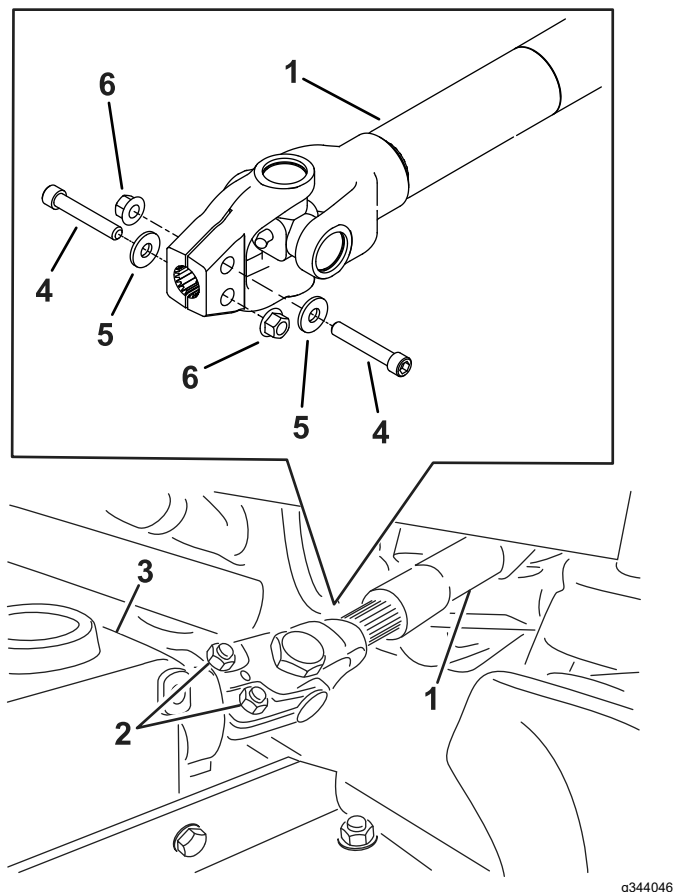

Figura 4
2. Retire os parafusos e as porcas do eixo da tomada de força (Figura 4) e deslize a culatra para fora do eixo do acessório frontal. Deite fora as ferragens.
7. Deslize a culatra do veio da tomada de força para o eixo do acessório frontal e prenda os eixos juntos com dois parafusos de cabeça sextavada interior ($\frac{3}{8}$ x 2- $\frac{1}{4}$ pol.), anilhas e porcas flangeadas ($\frac{3}{8}$ pol.) em direções opostas e aperte num padrão alternado (Figura 4).